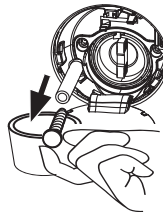

Fig. 17
3. Prevea un recipiente para recibir el agua (fig. 17).
4. Tire de la manguera de desagüe y sostenga su extremo por encima del recipiente (Fig. 17).
5. Retire el tapón de sellado de la manguera de desagüe (Fig. 17).